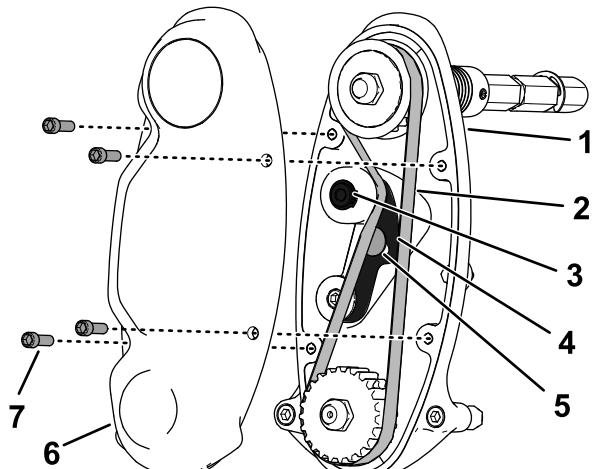

Рисунок 17
- Снимите крышку ремня, чтобы открыть доступ к ремню (Рисунок 17).
2. Ослабьте болт рычага натяжного ролика и поверните рычаг натяжного ролика (Рисунок 17), чтобы ослабить натяжение ремня.
3. Снимите ремень (Рисунок 17).
6. Установите ремень и затяните его, приложив крутящий момент от 6 до 7 Н·м к внутреннему шестиграннику рычага натяжного ролика, показанного на Рисунок 17.